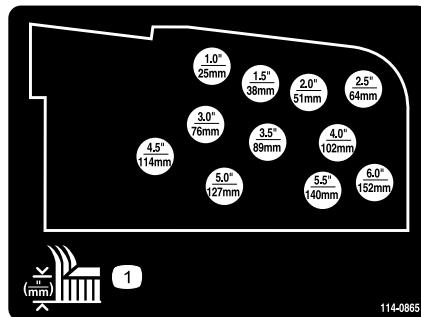

Figura 25
6. Monte las cadenas de altura de corte en el taladro de altura de corte deseado (Figura 25) con el pasador de horquilla y una chaveta.